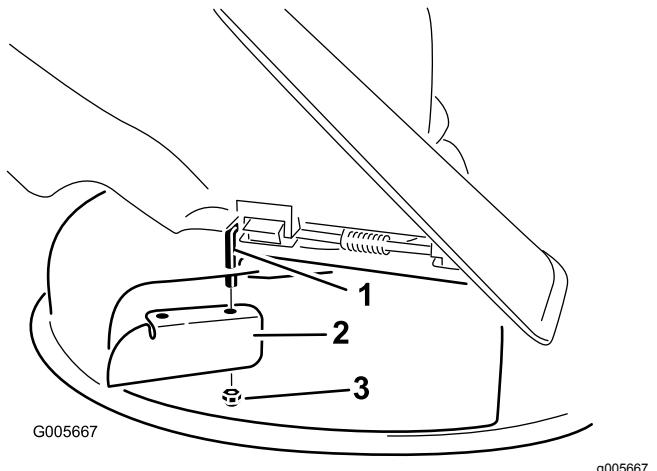

Figura 24
7. Instale la placa deflectora en la varilla de pivot (Figura 24).
3. Retire la placa deflectora de la carcasa de corte (Figura 24).